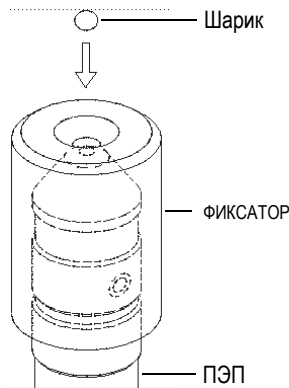

Рис. 4-6 Центрирование шарика в фиксаторе на ПЭП
3. **С ШАРИКОМ:** Выберите нужный для измерения шарик и фиксатор (BALL ON FIXTURE) для данного размера шарика. Фиксатор центрирует шарик на наконечнике ПЭП. Поместите шарик на фиксатор. Установите фиксатор шарика на ПЭП и опустите его вниз до упора, как показано на Рис. 4-6 на стр. 81.